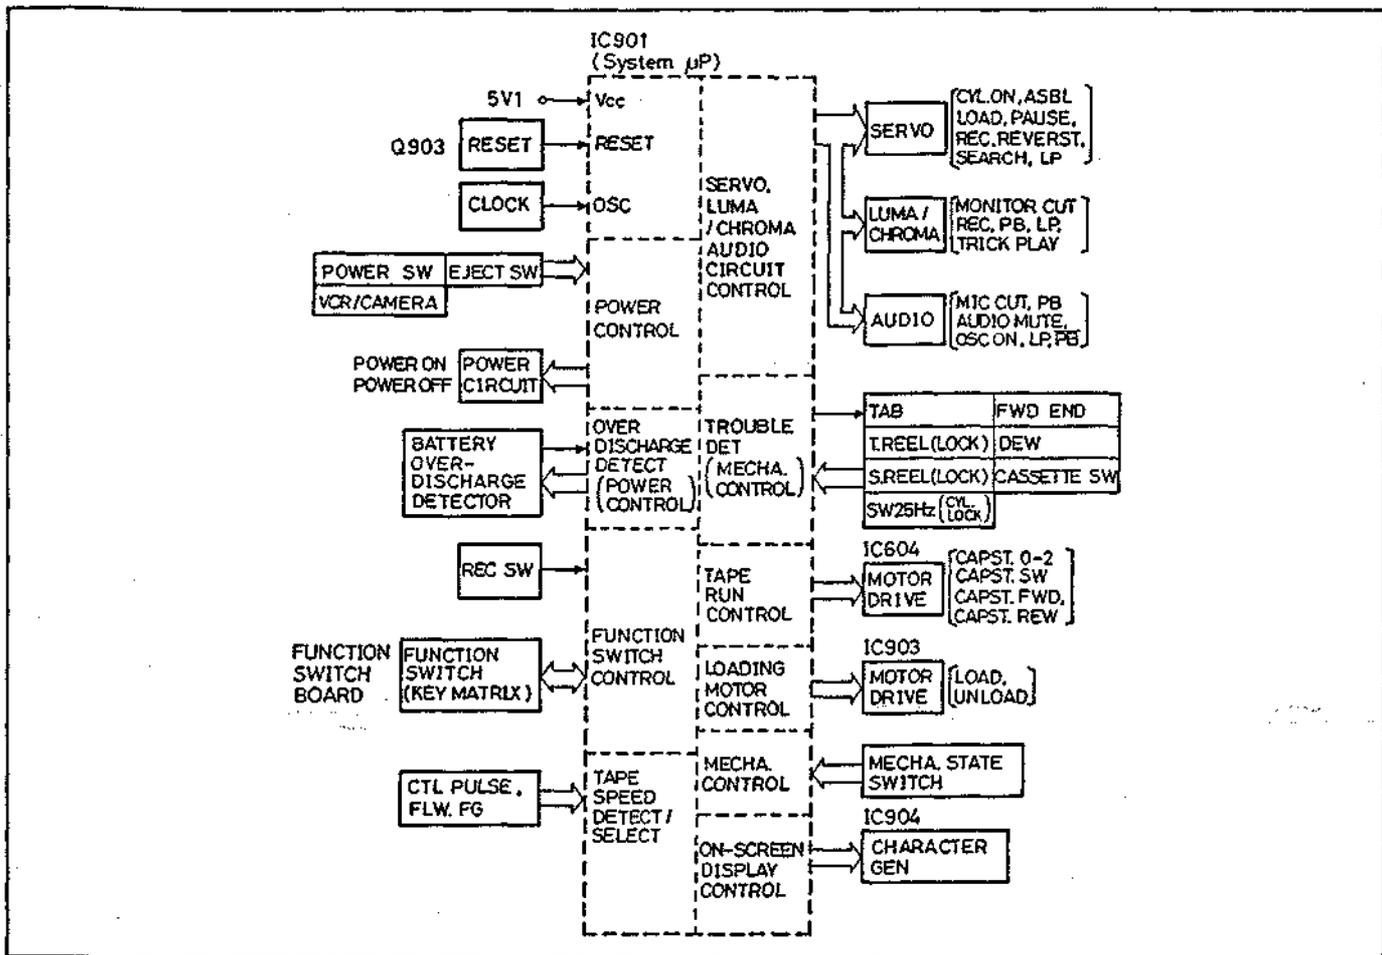

Abb. 3-1 Konfiguration der Systemregelung
1. Allgemeine Beschreibung (Abb. 3.1)